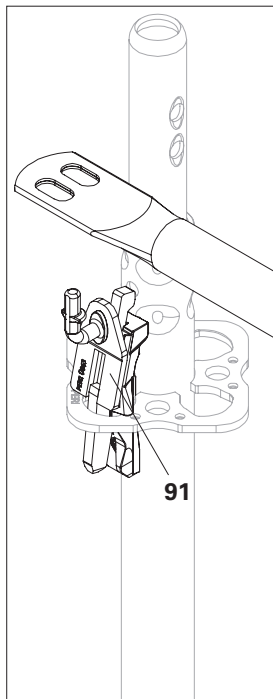

Fig. A11.03a
1. Inserire i supporti per parapetto EPW (**91**) nelle rosette dei montanti verticali UVR-2. I ganci per parapetto devono essere rivolti verso l'interno dell'impalcato. Serrare i cunei con un martello. (Fig. A11.03a)